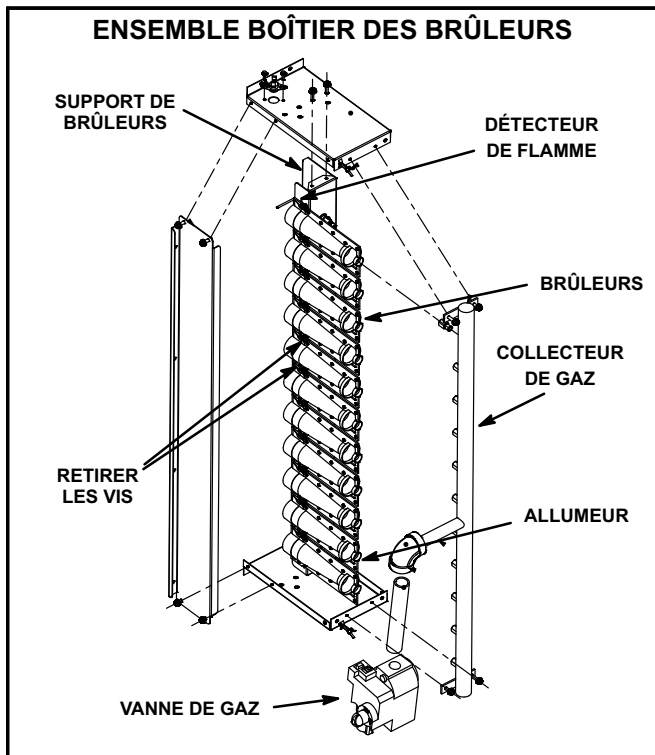

FIGURE 5
- 5- Retirer les deux vis maintenant les brûleurs sur le support de brûleurs. Voir Figure 5. Les nettoyer au besoin. Remettre les brûleurs et les vis maintenant les brûleurs.